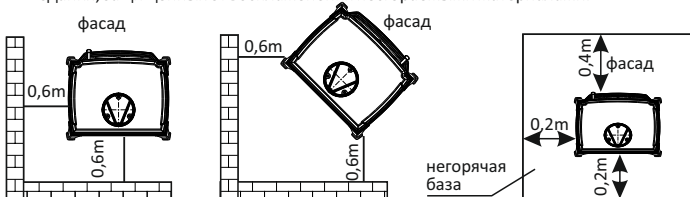

Рис. 2. Безопасное расстояние от печи.
- печьку поместить на несгораемой поверхности, которая выходит за пределы печи на мин. 0,4 м, считая от передней части печи, и мин. 0,2 м, считая от боковых и задней стенки печи (см. рис. 2),